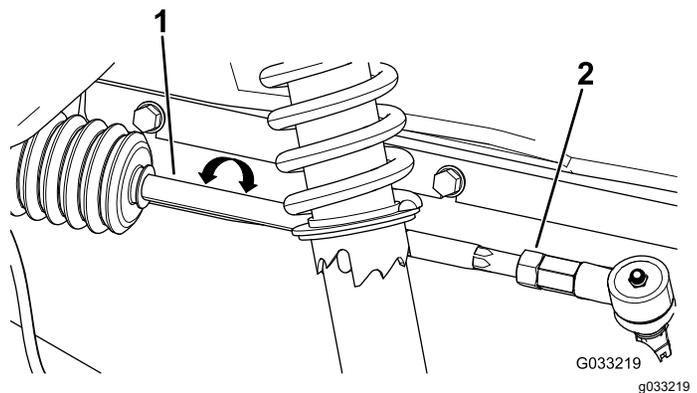

Рисунок 49
2. Если измеренное значение выходит за пределы 0–6 мм, ослабьте контргайки с обоих концов тяг (Рисунок 49).